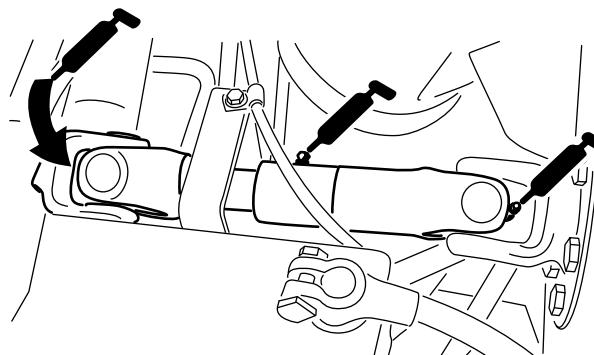

Figura 29
- Giunto ad U del semiasse fra motore e pompa (3)–Figura 29